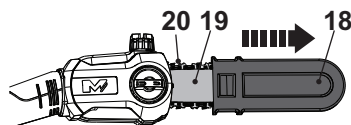

Fig. 4
1. Retirez la protection du guide-chaîne (18) de la chaîne de sciage (20) et du guide-chaîne (19) avant d'utiliser le produit (Fig. 4).
2. Gardez la protection du guide-chaîne (18) en lieu sûr.